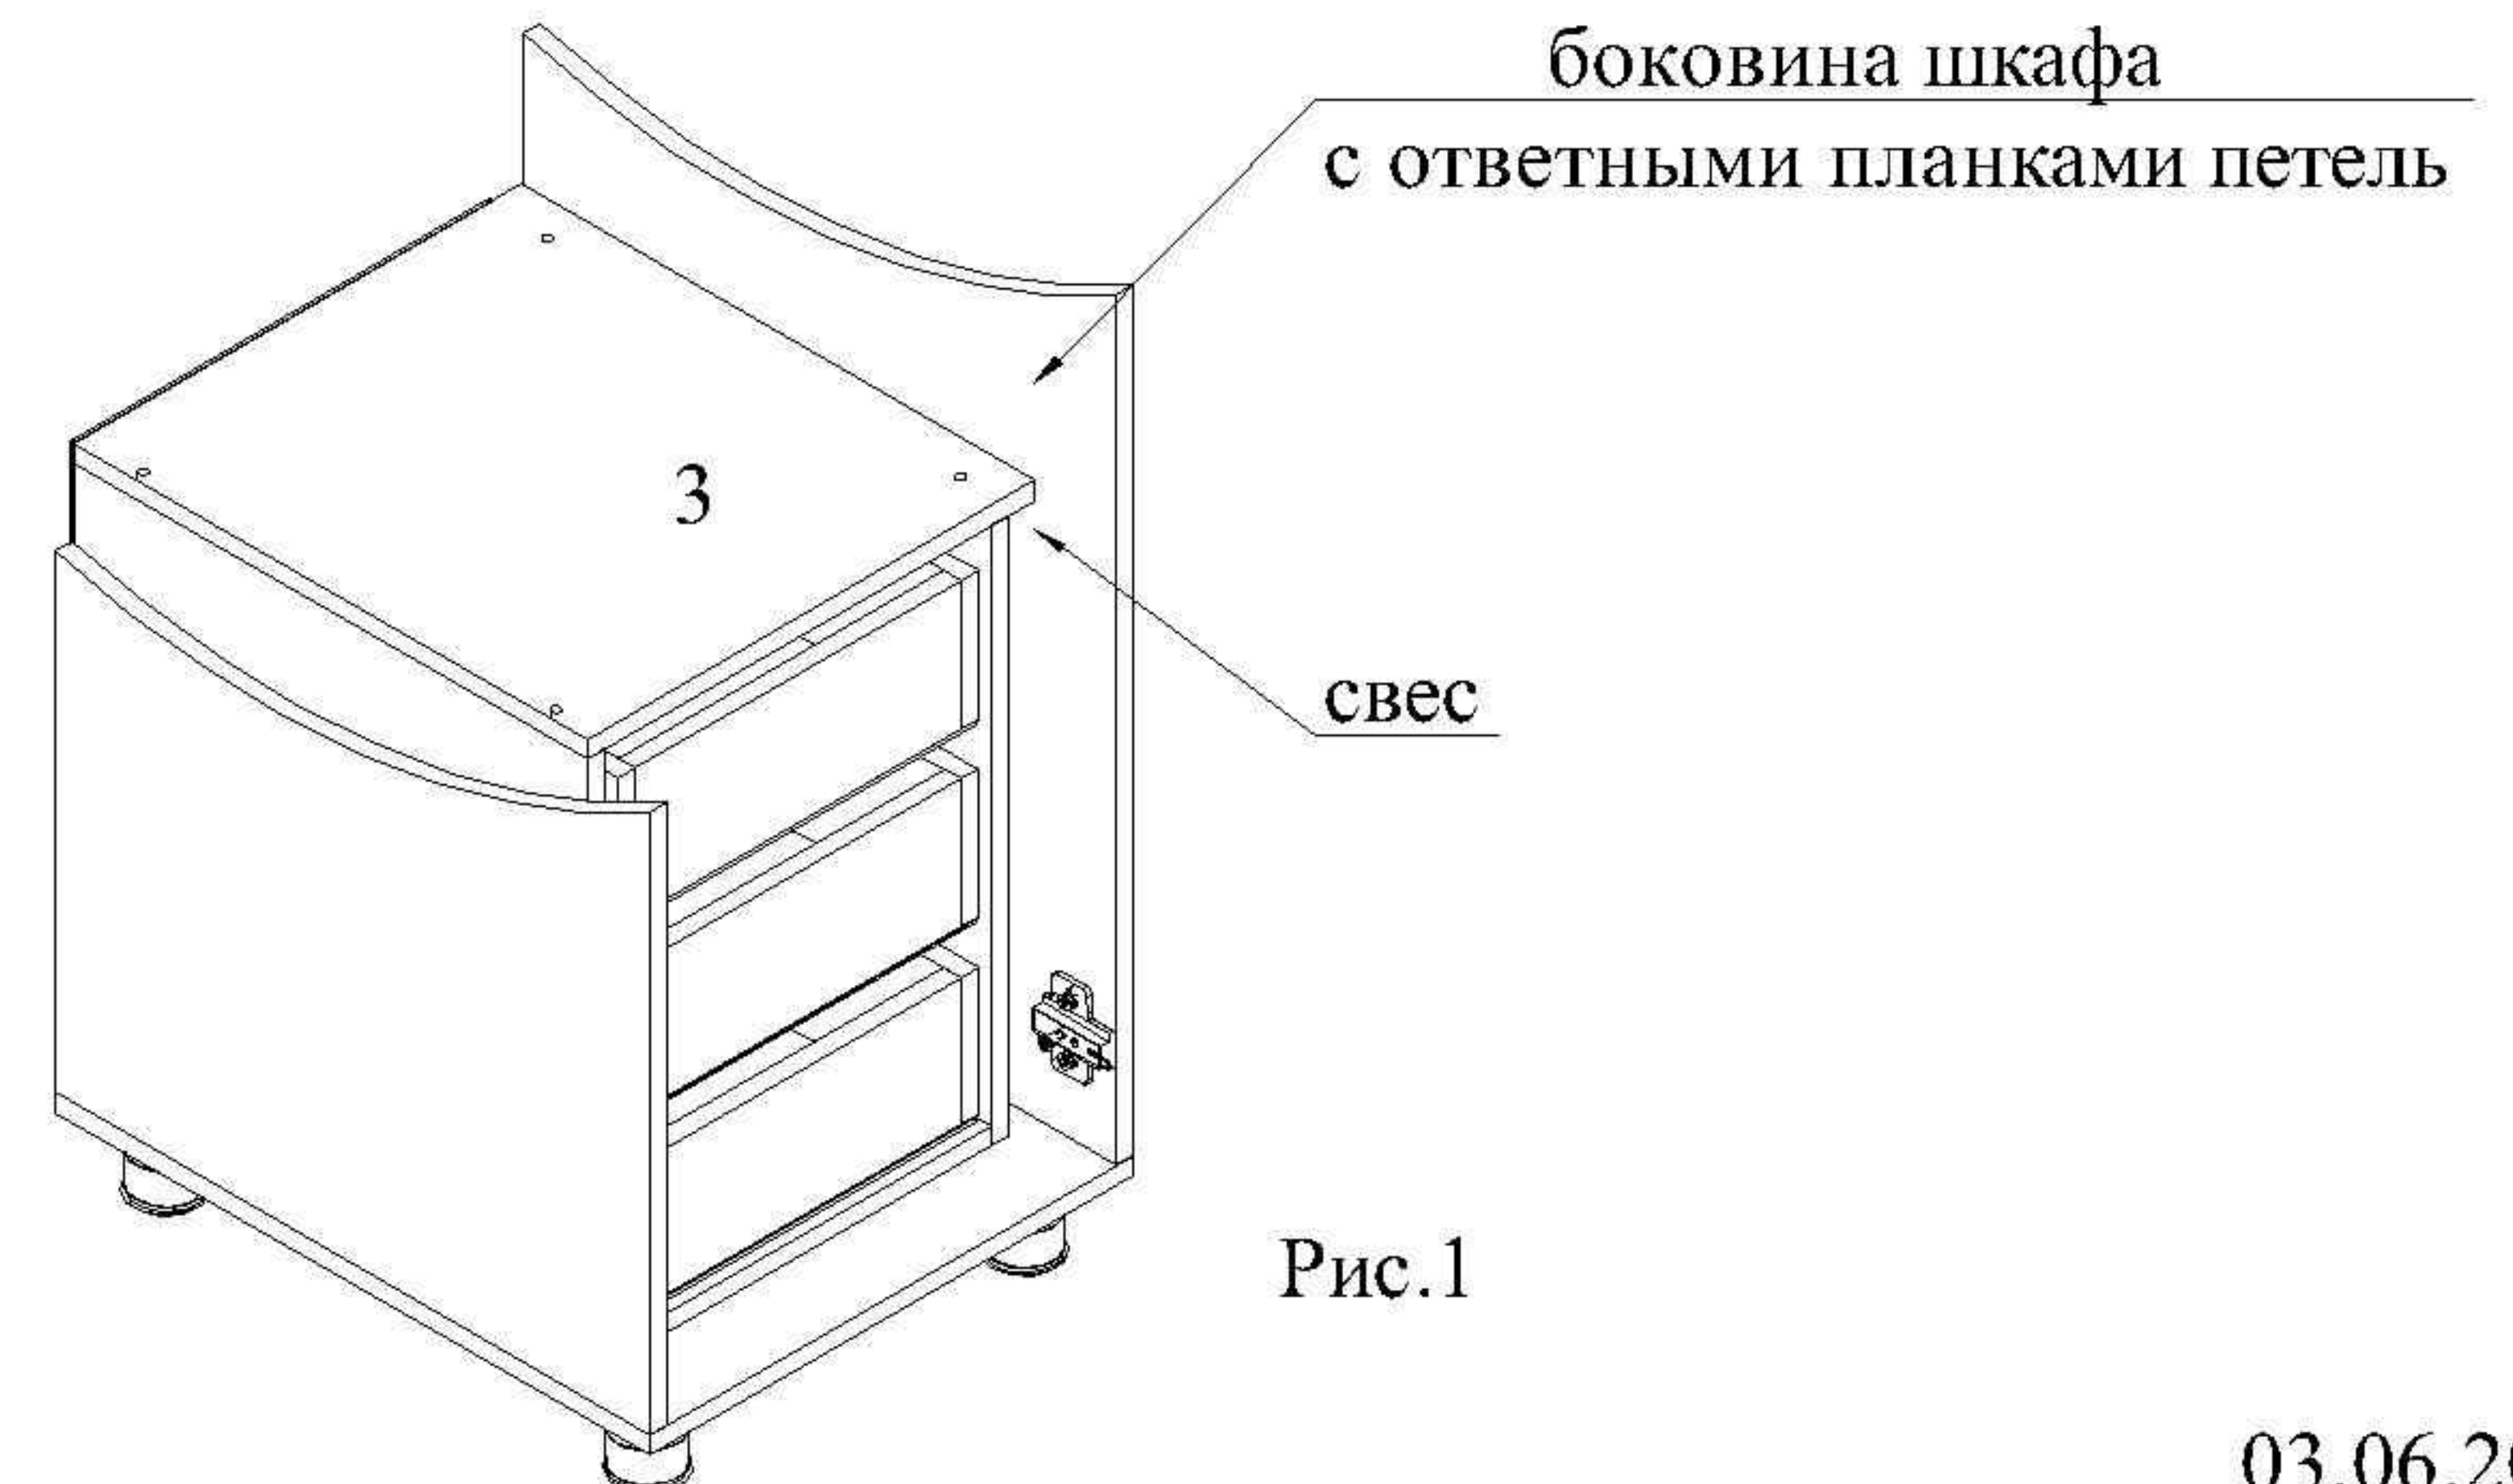

Рис.1
2. Крепить опоры к дет.4 с помощью шурупов 3.5x16. Место крепления показано на рис.1.